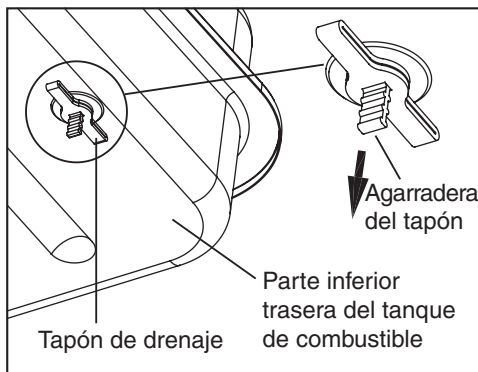

Figura 8
2. Retire el tapón de drenaje del lado inferior trasero del tanque de combustible halando la agarradera del tapón hacia abajo y vacíe. (Únicamente para el modelo DFA-125) (Ver Figura 8)